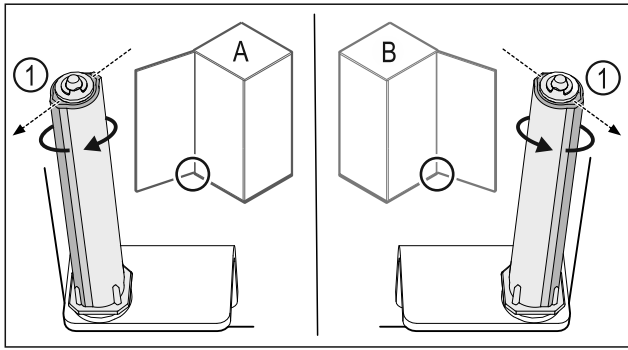

Fig. 46 Ľavý doraz (A)/pravý doraz (B)
- ▶ Otáčajte systém zatvárania proti odporu, kým nebude mostík systému zatvárania Fig. 46 (1) ukazovať von.